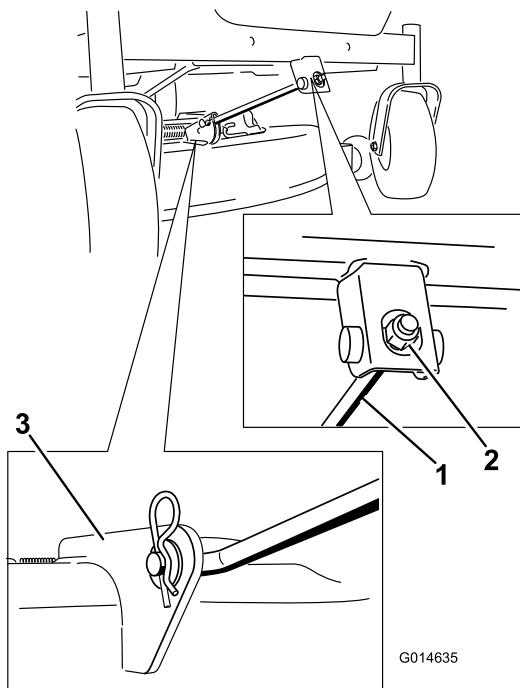

Figura 68
4. Retire la chaveta de la varilla de soporte delantera y retire la varilla del soporte de la carcasa (Figura 68).
6. Conecte la varilla de soporte delantera a la carcasa de corte con el pasador y la chaveta (Figura 68).